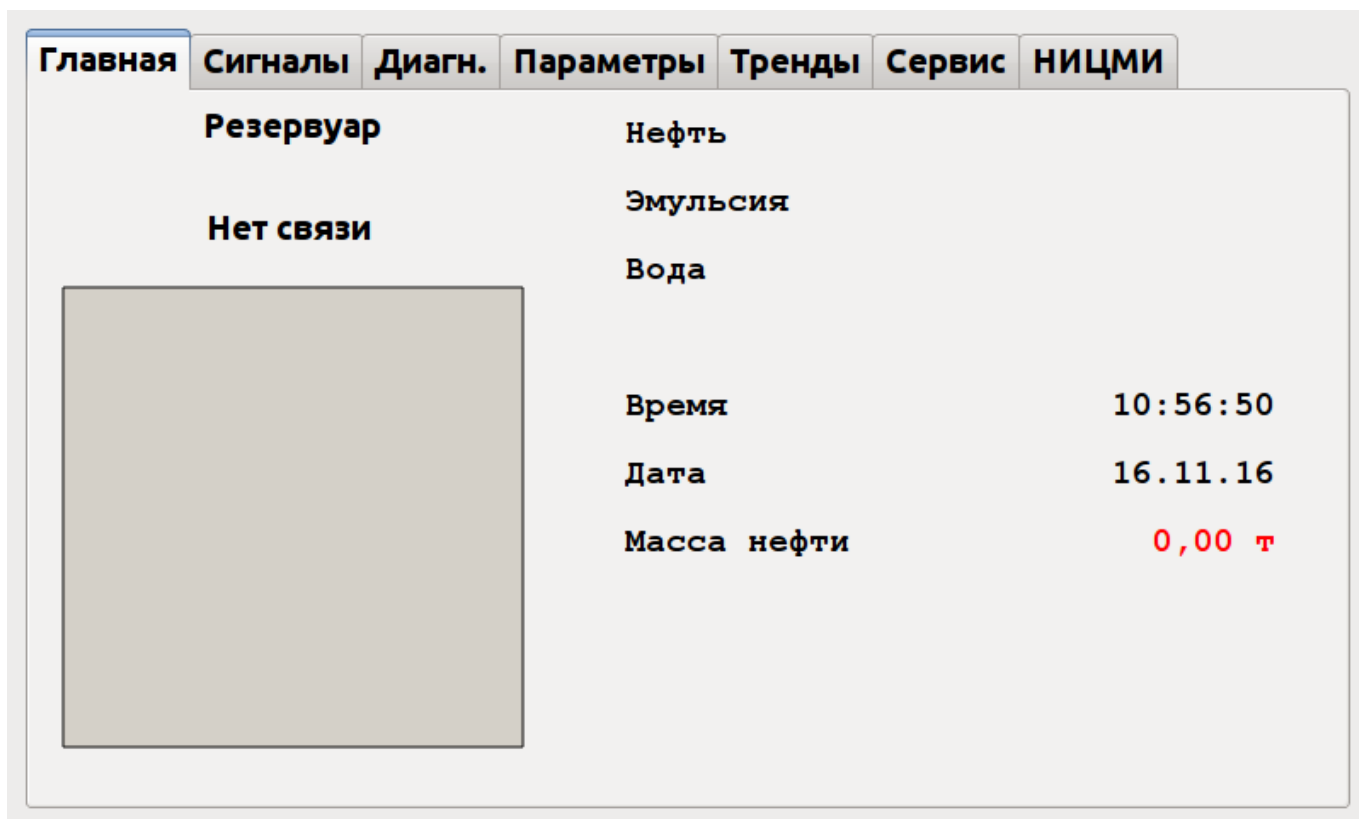

Рис. 1
**2.1** **Контроль связи контроллер - датчик УМФ700.** Выполняется из графического интерфейса после включения контроллера. В случае отсутствия связи с датчиком на главной форме отображается надпись «нет связи» как показано на рис.1.